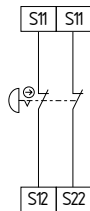

Fig. 6
**Circuit d'arrêt d'urgence à 2 canaux avec organes de commande selon ISO 13850 et IEC 60947-5-5 (Fig. 6)**